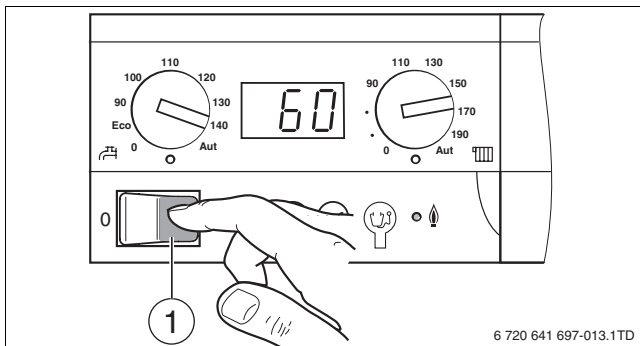

Fig. 12 Placer l'interrupteur principal sur « 1 »
- ▶ Enclencher l'interrupteur principal de la chaudière gaz à condensation (→ fig. 12).